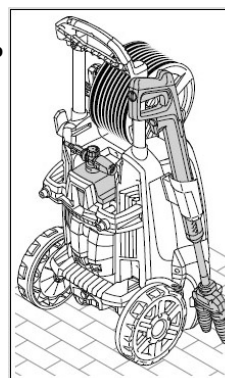

Fig.8: Cuidado, mantenimiento, almacenamiento y transporte
Paso 2: Limpie el orificio de la boquilla con la herramienta (elemento C1, fig. 8°).